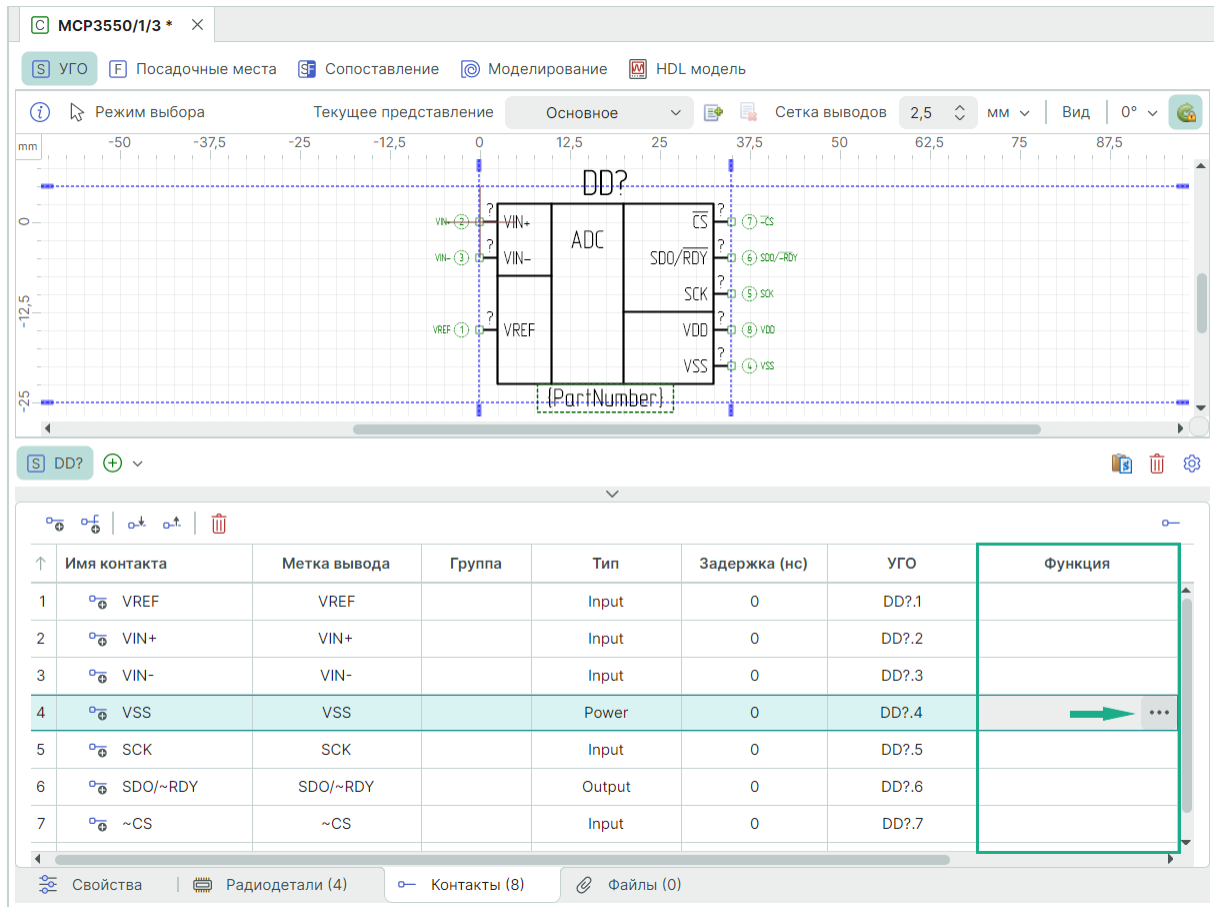

Рис. 263 Определение функции
- Выберите контакт, двойным кликом нажать символ «...» в соответствующей ячейке столбца «Функция», см. Рис. 263.